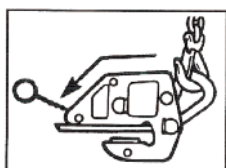

Figure 9
6. **À FAIRE** : placer le côté à coussinet (jambe courte) de la pince sous la plaque lors de levage de la position horizontale à la verticale avec toutes autres pinces de levage que les modèles GX. (FIG.9)